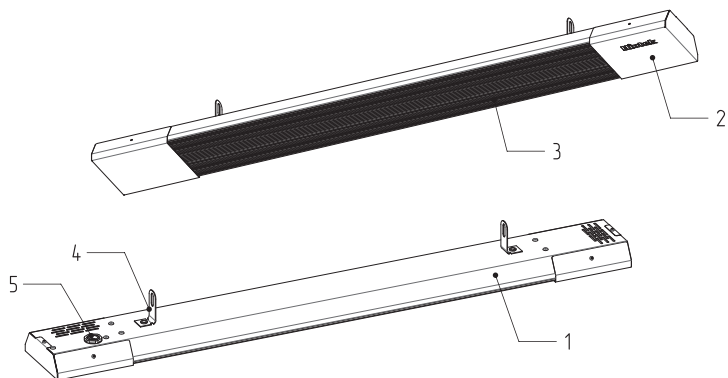

Рисунок 1. Внешний вид и элементы конструкции инфракрасного обогревателя.
5.1. Обогреватель (см. рис. 1, 2, 3) представляет собой металлический корпус, состоящий из кожуха (1), боковых крышек (2) и нагревательного элемента (3). На задней поверхности корпуса расположены петли подвеса (4) для монтажа обогревателя к потолку.